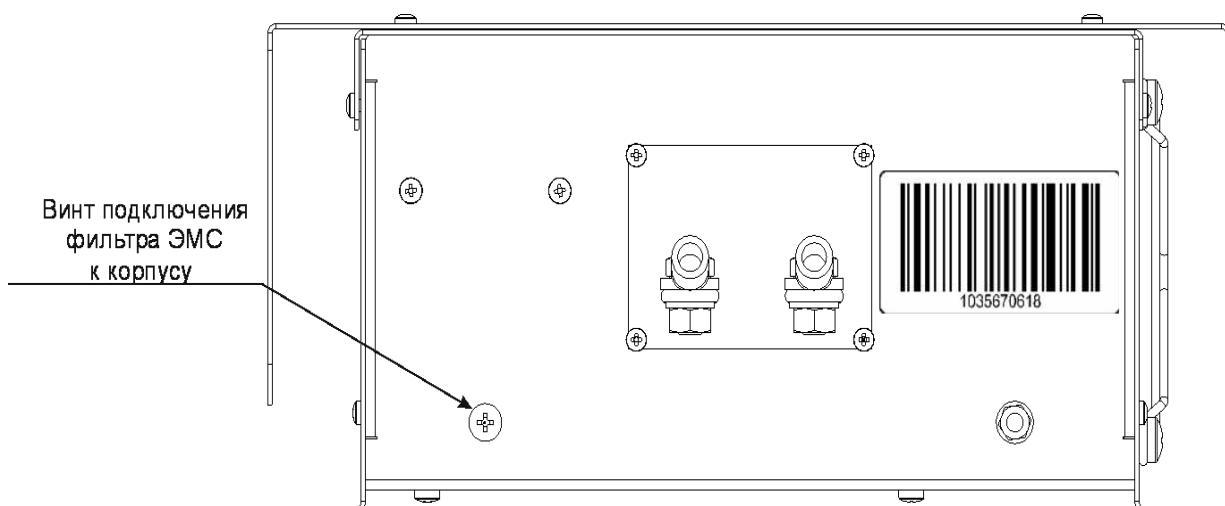

Рис. 2 ИС1-24-2000 Р
6.6. Подключение преобразователя производится в следующем порядке согласно Рис.2:
– подсоедините преобразователь к аккумулятору с помощью штатных питающих кабелей через проходной предохранитель, расположенный непосредственно на плюсовой клемме аккумулятора (номинал предохранителя указан на Рис.2).